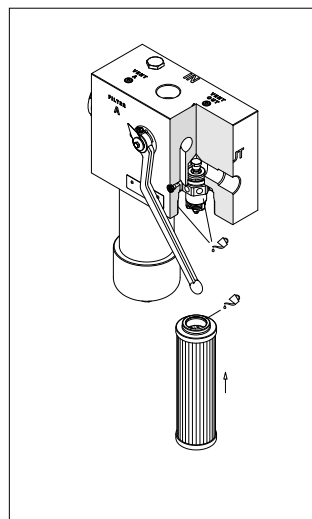

fig. 30
- (Fig. 30) Lubrificare con il fluido di lavoro l'O-ring dell'elemento filtrante, il codolo e la sede della testata, quindi calzare l'elemento filtrante sul codolo. Prestare attenzione a non danneggiare la guarnizione O-ring